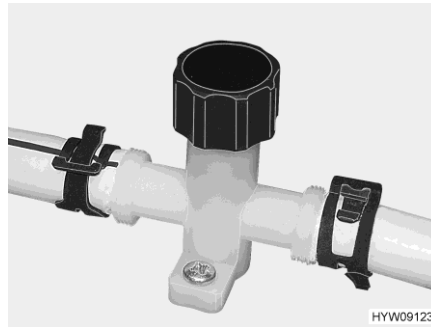
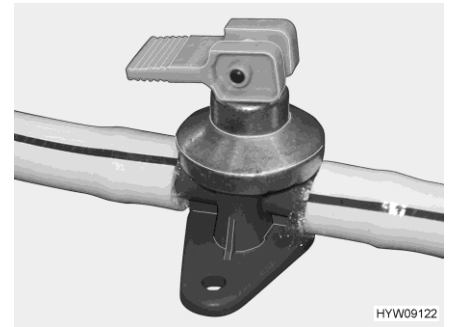

Fig. 120 Robinet de vidange (conduite d'eau)
Fig. 121 Robinet de vidange (chauffe-eau Alde)
- Fermer les robinets de vidange. Tourner pour cela le capuchon (Fig. 120) dans le sens des aiguilles d'une montre et le levier à bascule (Fig. 121) à l'horizontale.
- Ouvrir les robinets de vidange. Tourner pour cela le capuchon (Fig. 120) dans le sens inverse des aiguilles d'une montre et mettre le levier à bascule (Fig. 121) à la verticale.